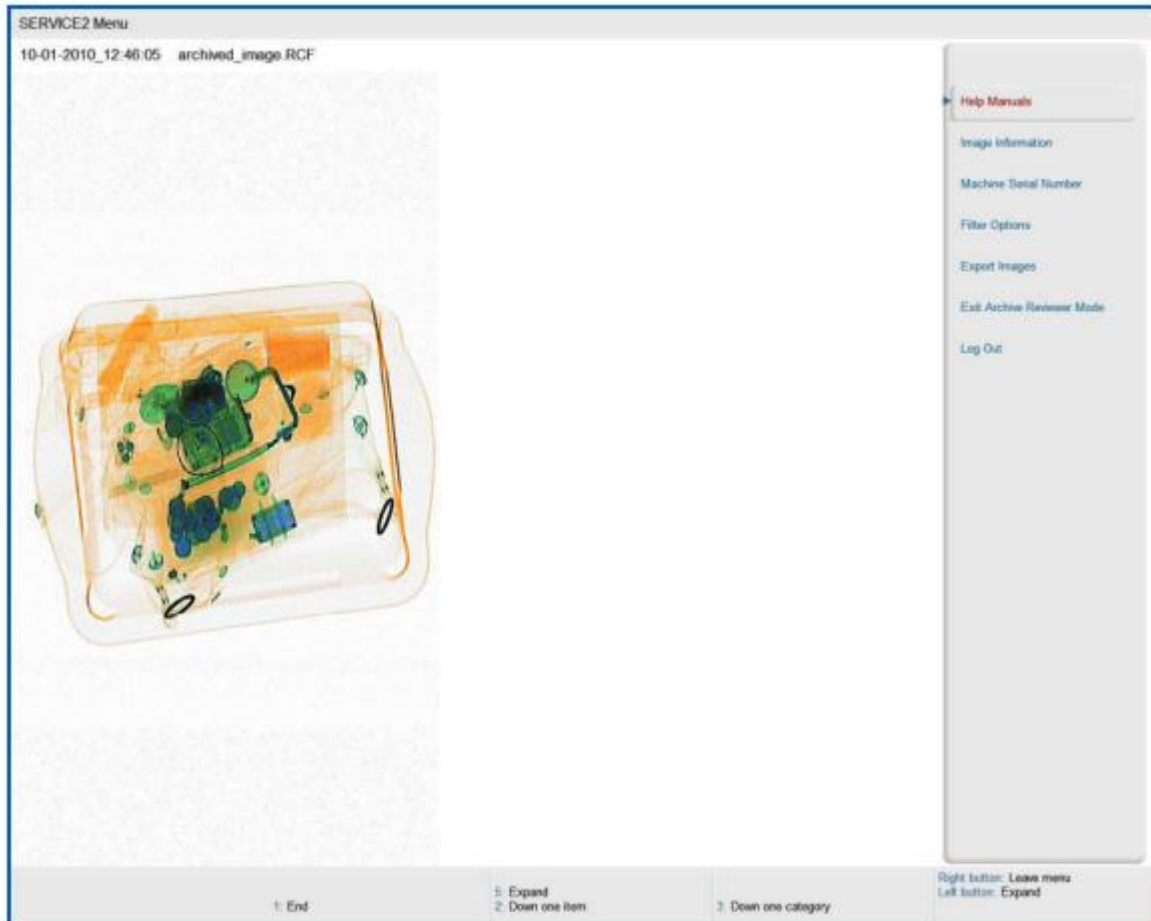

Рисунок 14-27: Обзор Меню Архивов, сделанных вручную
В течение некоторого времени после входа в Режим Обзор архивов, сделанных вручную, архивные изображения начнут перемещаться по экрану слева направо. Этими изображениями можно управлять с помощью функций обработки изображений на вашем Пульте управления оператором (например: нажмите на красную стоп (ST) клавишу на Пульте управления оператором, щелкните левой кнопкой мыши; Меню Обзор архивов, сделанных вручную появится с правой стороны экрана (Рисунок 14-27).